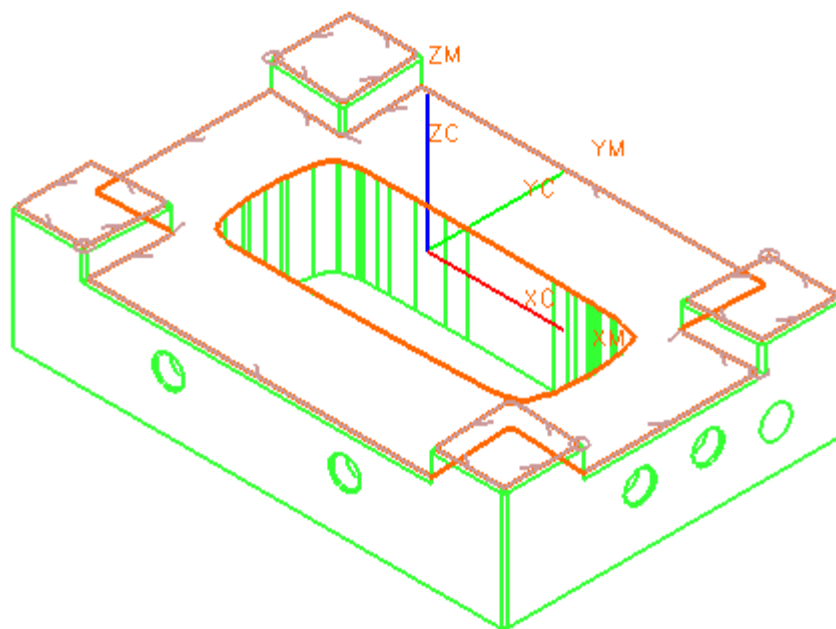

图 9-21
- 在操作对话框中，单击 ，选择如图 9-21 所示的平表面，注意选择时使用忽略孔选项，单击 OK。